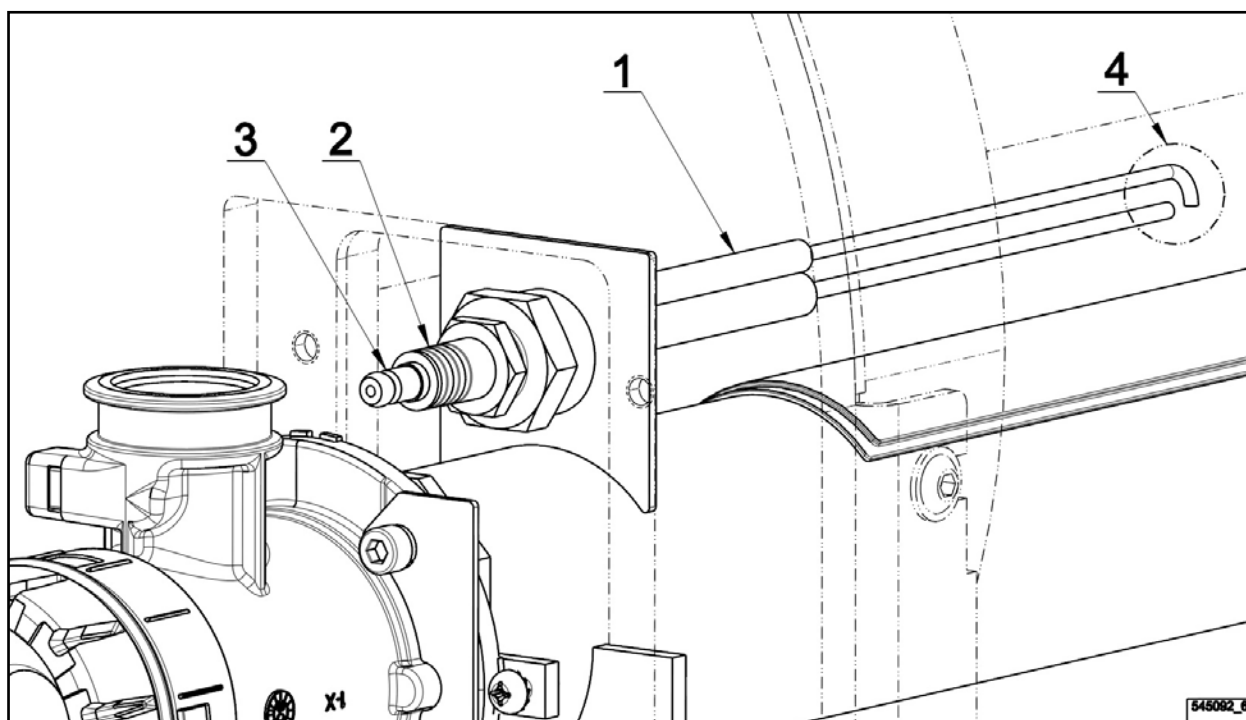

figura 6.18.
- El electrodo de ignición e ionización (1) – figura 6.18. se instala en el lado izquierdo del mechero debajo de la cubierta de la cámara de combustión y desemboca en la zona abierta por la terminal de conector. Todo el electrodo está accesible para el control o cambio tan sólo después de alargar el mechero.
- La condición de la función correcta del electrodo es el estado perfecto del aislante de cerámica (2), apriete de la terminal de conector (3), cantos bastante afilados de los electrodos de Kanthal® y su distancia en el puesto de la producción de chispas. (4). La distancia de los electrodos es ~ 3 mm.
- o La descarga de la chispa tiene que quedarse sólo en el puesto de la producción de chispas (4).
- Figura 6.18. – Electrodo de ignición e ionización.